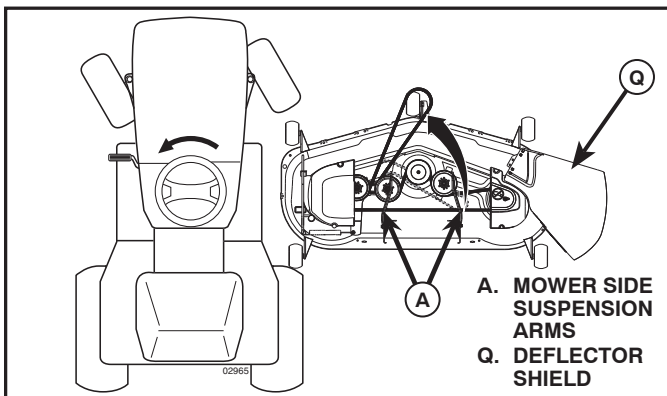

Fig. 25
4. SLIDE MOWER UNDER TRACTOR (See Fig. 25)